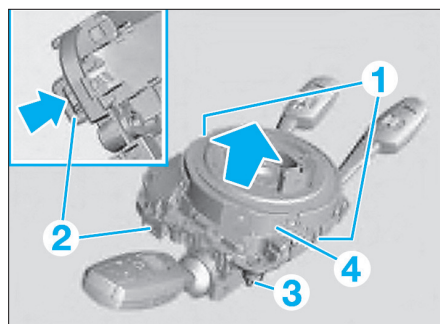

Fig. 11
- Déverrouiller les crans (1) (Fig.11).
- Comprimer le dispositif d'arrêt (2) et retirer dans le sens de la flèche le contacteur tournant (4) du support des commodos (3).